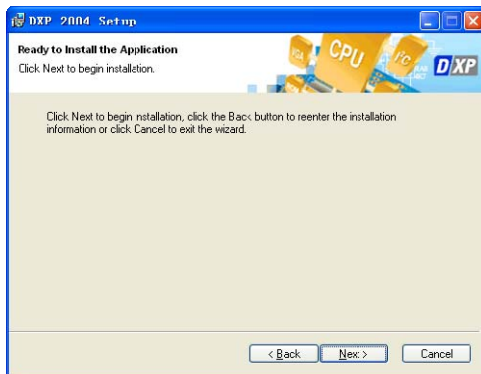

图 1-5 准备就绪对话框
(5) 单击 **Next >** 按钮进入如图 1-5 所示的窗口。如果用户确定所有的准备工作已完成，可单击 **Next >** 按钮开始程序安装；若用户临时改变主意，只要单击 **< Back** 按钮就可返回到上一步重新设置。